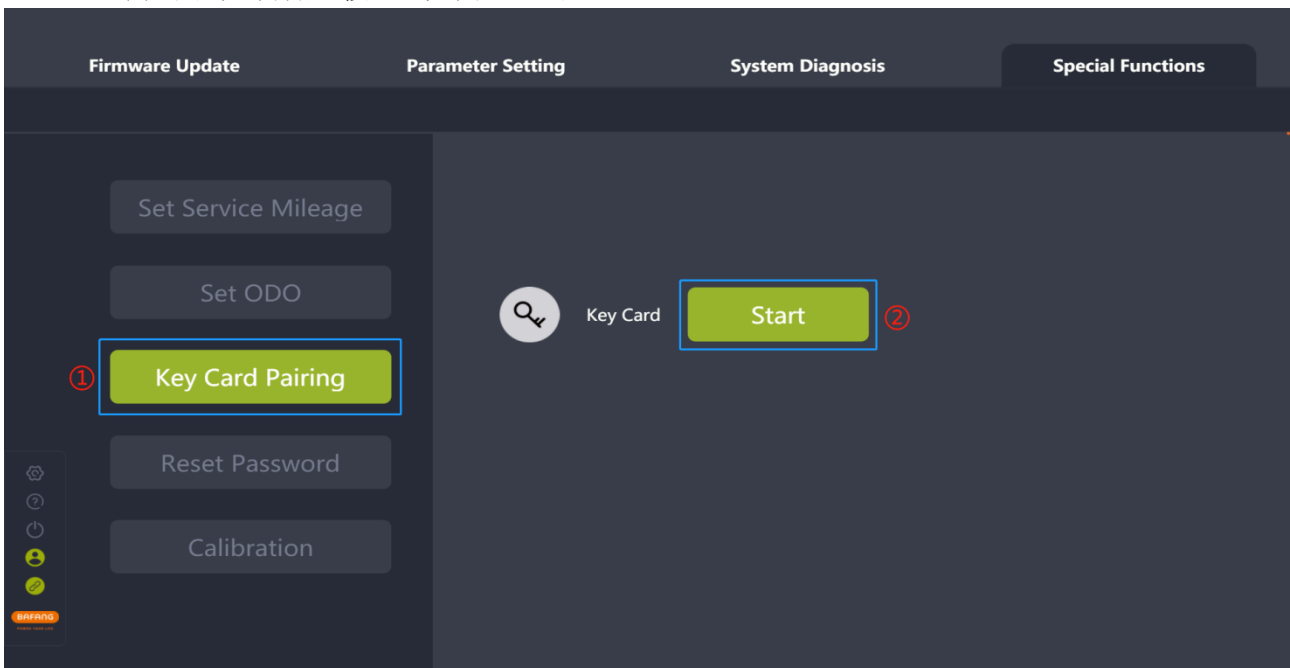

图 7-3 钥匙卡配卡
- (1) 将 BESST 工具箱连接仪表（确认仪表支持钥匙卡配卡功能），如支持，选中“钥匙卡配卡”；
- (2) 点击“开始”按钮（如图 7-3）；